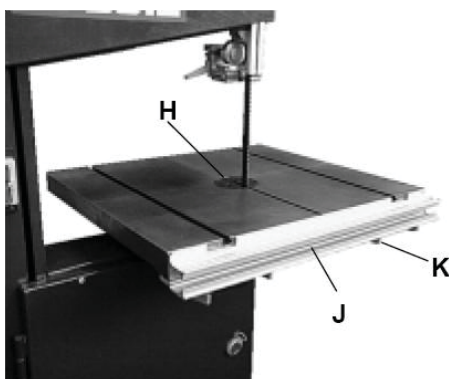
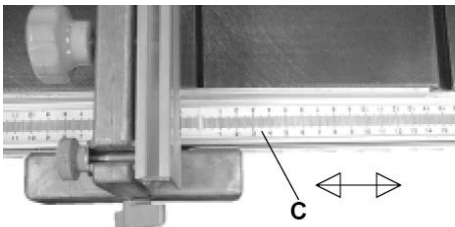

Рис. 4
Рис. 11
- Встановіть пластикову вставку столу (H) у центр столу кутовою поверхнею донизу (Рис. 4).
- Аби встановити напрямну (J), прикріпіть її чотири гвинтами з шайбами (K) до переднього краю столу (Рис. 4).
- Аби відрегулювати шкалу напрямної, послабте 4 гвинти (див. К, Рис. 4) під столом та посуňte шкалу та напрямну (С) у бік (Рис. 11).